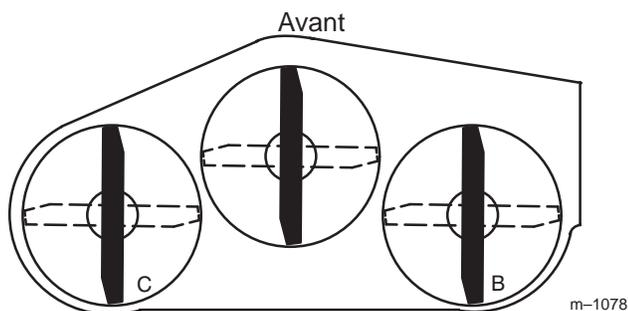
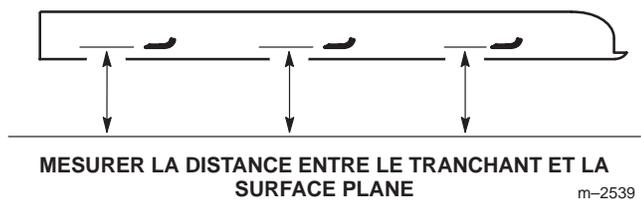

Figure 49
Figure 50
- Tournez la lame droite dans le sens longitudinal (Fig. 49).
- Mesurez la distance au point **B** (Fig. 49) entre la surface plane et le tranchant de la pointe de la lame droite (Fig. 50).
- Tournez la lame **gauche** dans le sens longitudinal (Fig. 49).
- Mesurez la distance au point **C** (Fig. 49) entre la surface plane et le tranchant de la pointe de la lame gauche (Fig. 50).